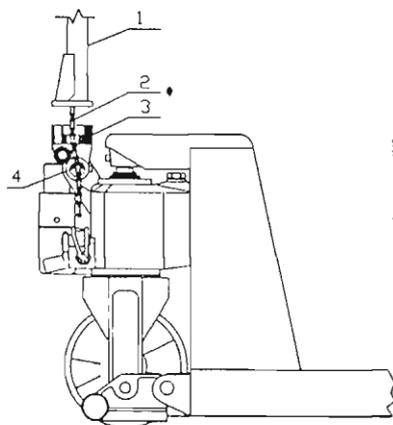

Fig. 1
- 3.1. Рис. 1. Сначала, поднимите рукоятку (1), пропустите, как требуется, цепь ролика (2) через отверстия в подвеске (3) и шкворне оси (4).